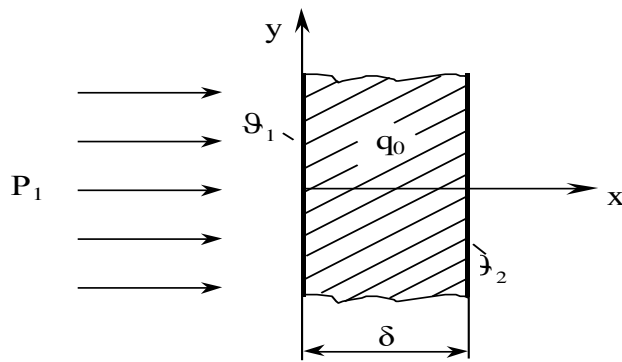

Рис. 3
1. Определить температуру плоской стенки t_1 на границе с воздухом при заданных граничных условиях 1-го и 2-го рода (рис. 3)